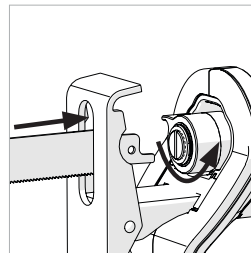

Abb. 2
- Drehen Sie die Sägeblattklemmscheibe gegen den Uhrzeigersinn und halten Sie sie gedrückt. (Abb. 2)